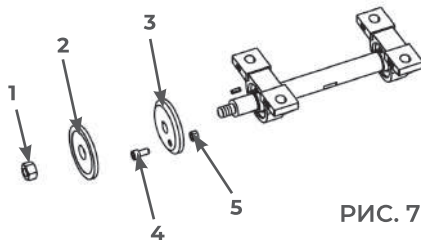

РИС. 7
- Используя штатные ключи, отвинтите гайку крепления диска (1) (левая резьба – вращайте по часовой стрелке для откручивания).
- Снимите внешнюю зажимную шайбу (2).
- Чтобы зафиксировать вал от проворачивания, верните болт М6 (4) в отверстие внутренней шайбы (3) и зафиксируйте его гайкой М6 (5) (Рис. 7).